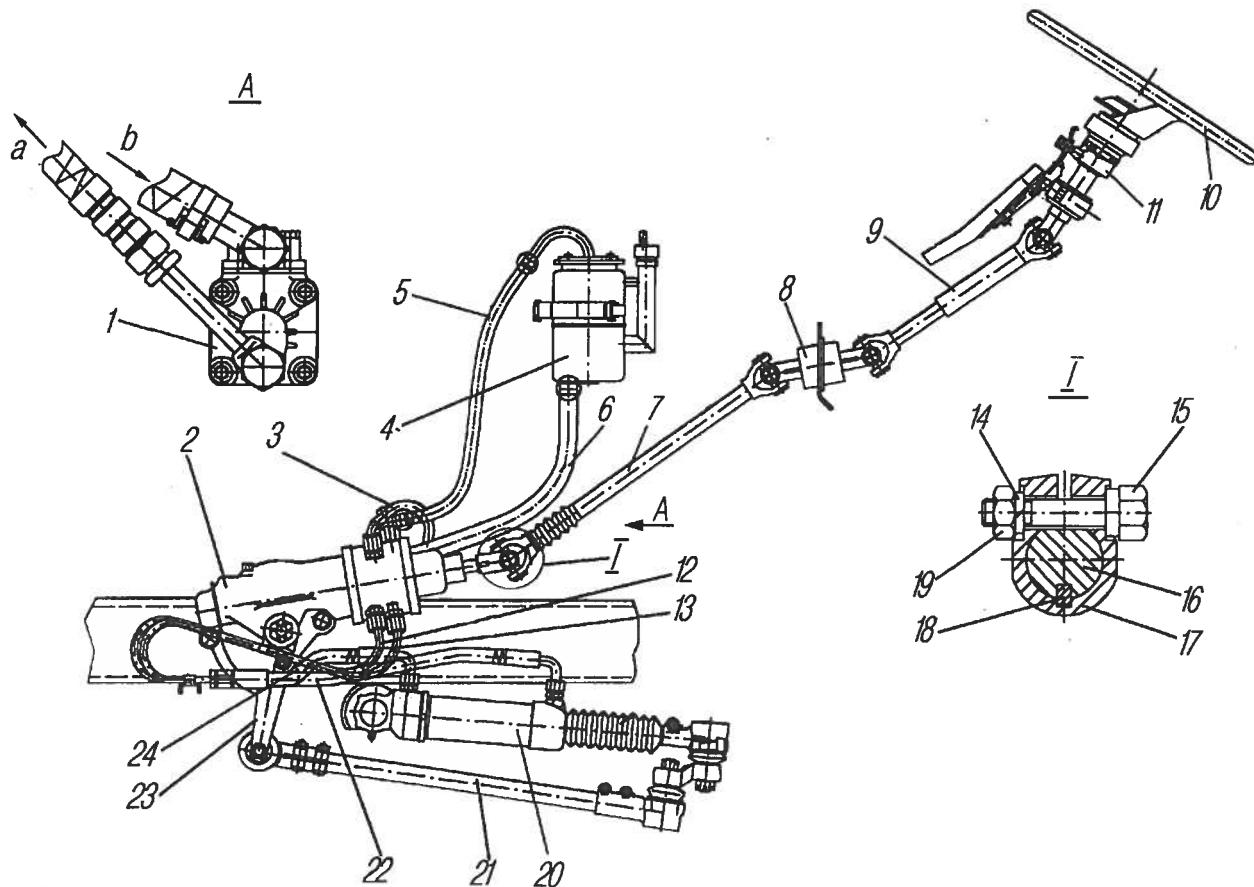
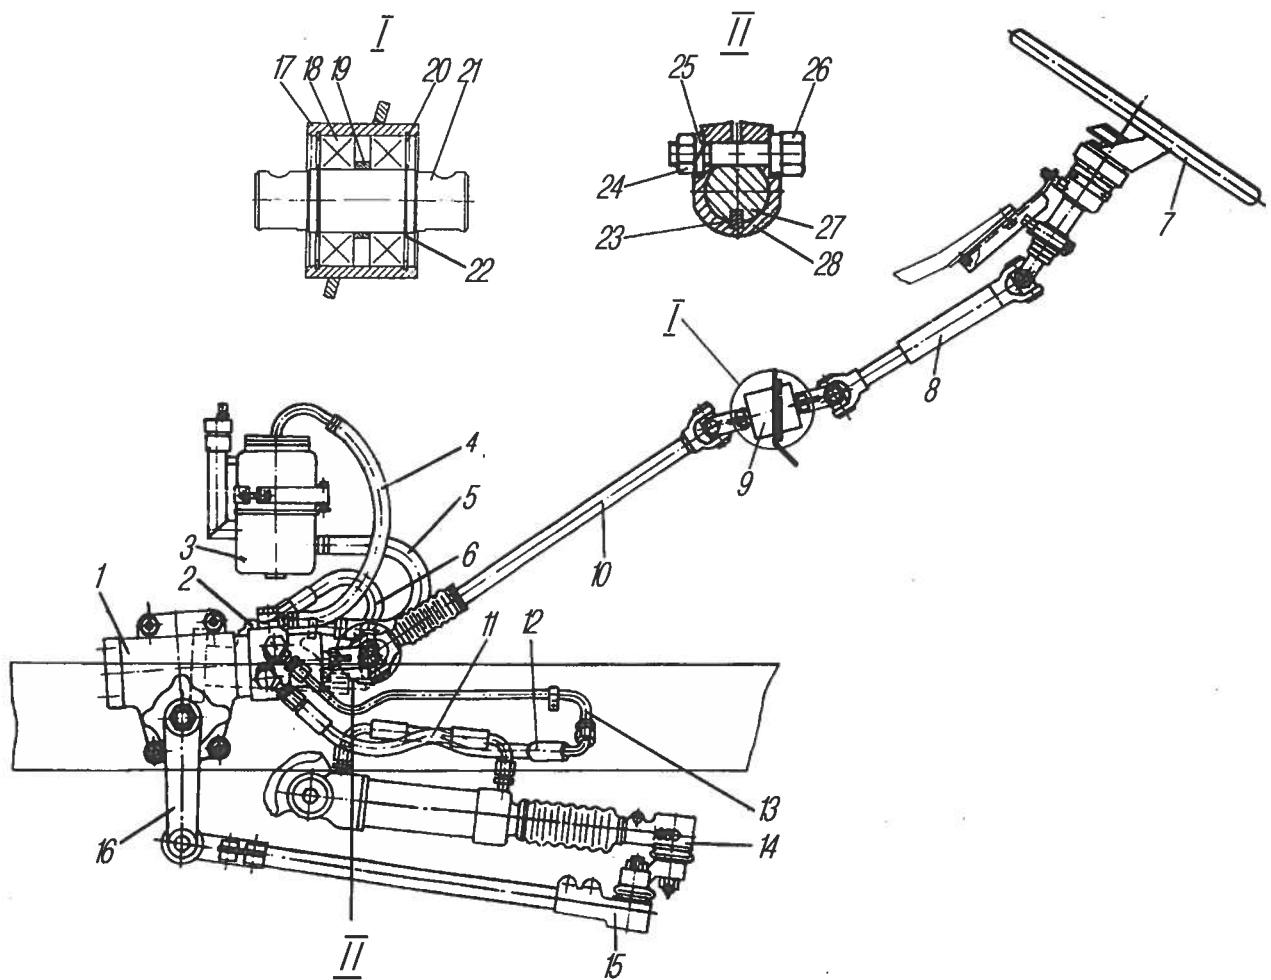
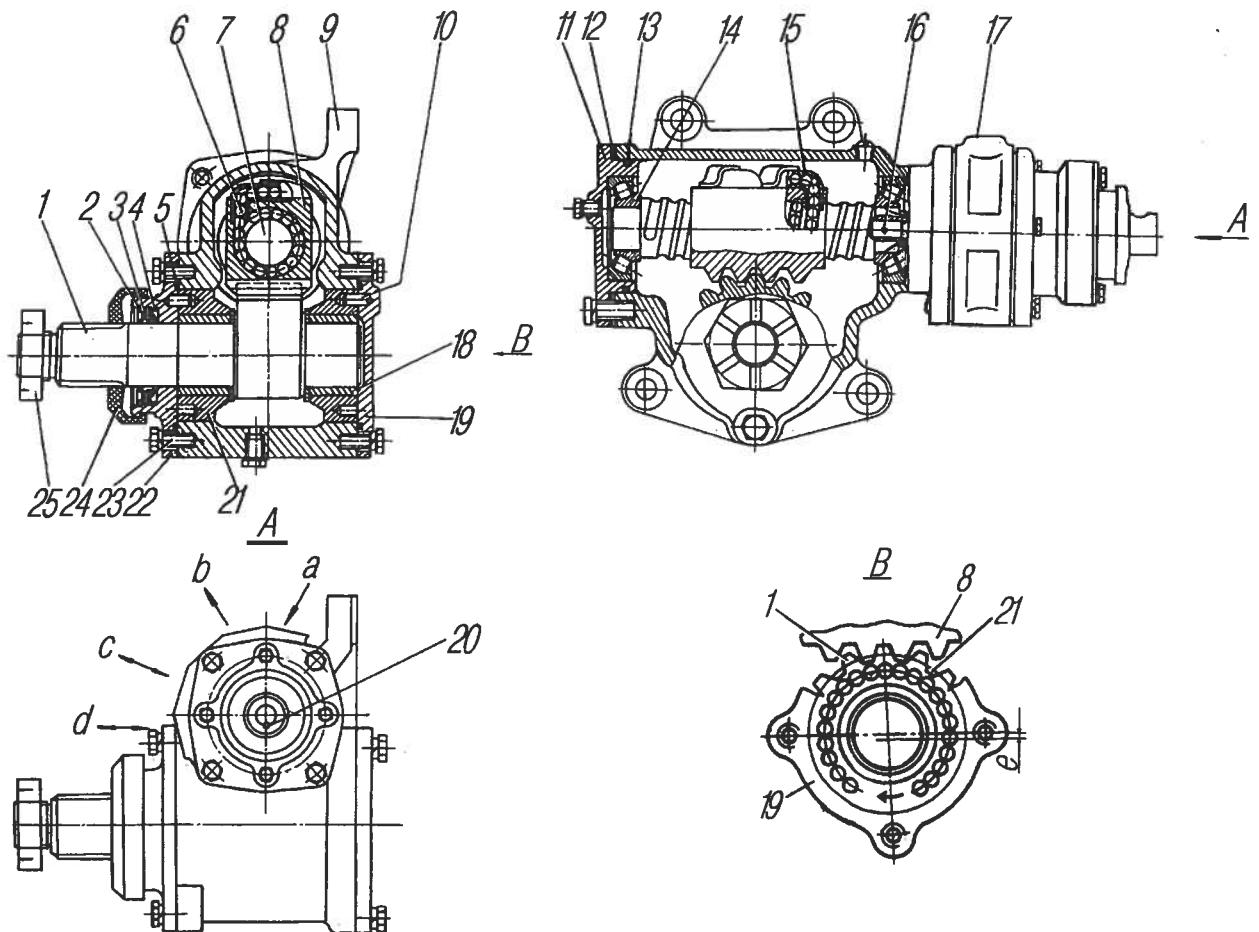
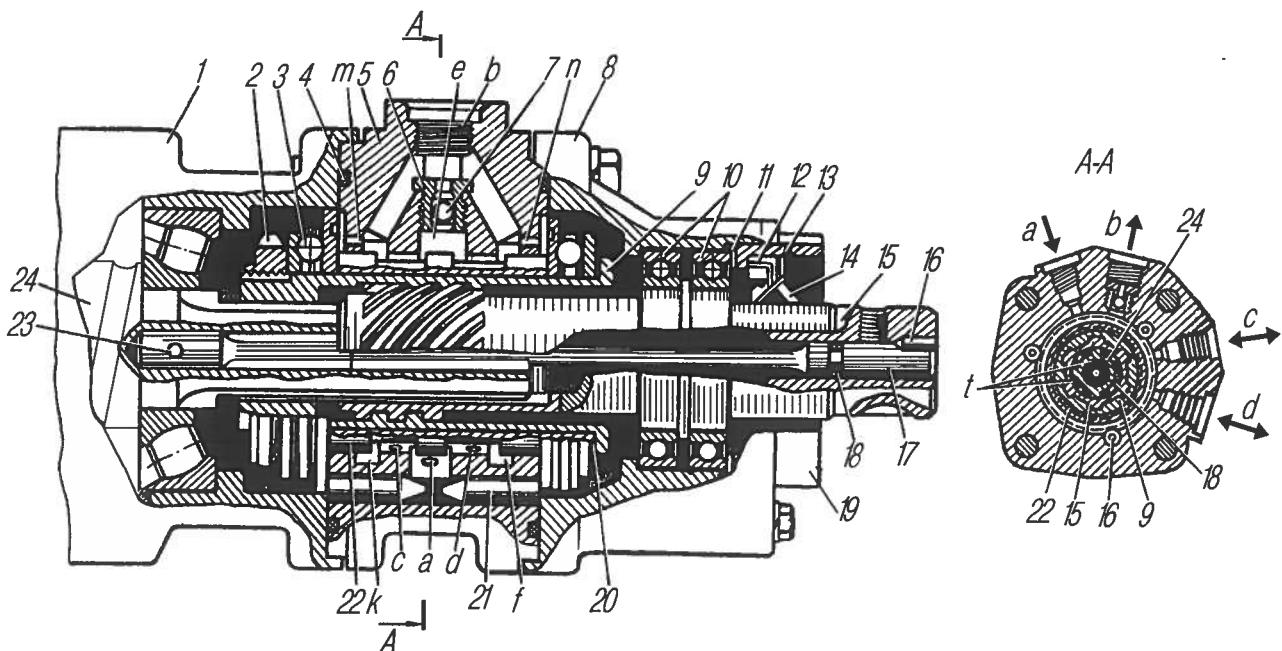

Рис. 53. Рулевое управление с механизмом типа червяк–боковой сектор:
Рис. 54. Рулевое управление с механизмом типа
Рис. 56. Механизм рулевой (винт-шариковая гайка-рейка-сектор):
Рис. 57. Распределитель гидроусилителя руля:
На автомобилях возможна установка рулевого управления двух исполнений: с рулевыми механизмами типа червяк–боковой сектор или винт–шариковая гайка–рейка–сектор, при этом карданные валы 7 (рис. 53) и 10 (рис. 54) отличаются длиной.
**Рулевая колонка** соединяется с рулевым механизмом карданными валами через промежуточную опору 8 (см.рис. 53). В конструкции промежуточной опоры применены подшипники закрытого типа, не требующие смазки.
**Рулевой механизм с распределителем** (рис. 56) включает в себя винт 7 и шариковую гайку-рейку 8, находящуюся в зацеплении с сектором 1. Полукруглые винтовые канавки на винте и гайке-рейке образуют канал, заполненный при сборке механизма шариками 6 высокой точности.
**Распределитель** (рис. 57) установлен на рулевом механизме.
Рабочая жидкость от насоса поступает к средней канавке «е» (см. рис. 57). Поскольку в этом положении золотника канавки «е», «к» и «ф» соединяются между собой, то масло, заполняя их и реактивные камеры, из распределителя через крайние канавки «к» и «ф» и отверстие «б» сливается в масляный бак.
В начальный момент перемещения, когда давление в гидросистеме невелико, усилие на рулевом колесе, в основном, создается за счет закручивания торсиона, который непосредственно воздействует на вал 15. Винтовое соединение при этом перемещает золотник и практически не нагружается. При смещении золотника, величина которого ограничена зазором «t» в шлицевом соединении, прекращается доступ рабочей жидкости к кольцевой канавке «f». Жидкость от насоса подается к средней канавке «e», а затем через канал «d» в корпусе и далее по трубопроводу поступает в бесштоковую полость усилительного механизма 14 (см.рис. 54).
Из штоковой полости усилительного механизма жидкость по трубопроводам, через канал «c» (см.рис. 57) распределителя поступает в кольцевую канавку «k» и далее через отверстие «b» сливается в бак.
**В рулевом механизме** (см.рис. 56) следует регулировать натяг в подшипниках 14 и зазор в зацеплении гайки–рейки 8 с сектором 1.
1. Перед регулировкой натяга в подшипниках 14 закрепить рулевой механизм в тисках за проушины картера, отсоединить карданный шарнир (см.рис. 54). Вращением вала 15 (см.рис. 57) установить гайку–рейку 8 (см.рис. 56) и сектор 1 в одно из крайних положений. Определить момент, необходимый для проворачивания вала 15 (см.рис. 57) из крайнего положения в среднее (вал проворачивать на угол примерно  $30^\circ$ ). Если момент меньше 0,9 Н.м (0,1 кгс.м), отрегулировать натяг в подшипниках 14 (см.рис. 56), уменьшив количество прокладок 12. После регулировки момент, необходимый для проворачивания вала 15 (см.рис. 57), должен быть в пределах 0,9–1,5 Н.м (0,1–0,15 кгс.м).
Наличие зазора определять покачиванием сошки в обе стороны (будет слышен легкий стук в зубчатом зацеплении) или поворотом вала 15 влево и вправо до начала закрутки торсиона 17 при зафиксированном секторе. Для регулировки зубчатого зацепления снять сошку, крышки 19 (см.рис. 56) и 22 и повернуть вкладыши 21 с подшипниками 18 по часовой стрелке (если смотреть со стороны вала сектора) на одинаковый угол так, чтобы исключить зазор в зубчатом зацеплении. После поворота вкладышей одно из отверстий во вкладышах должно располагаться в плоскости, проходящей через диаметрально расположенные резьбовые отверстия в картере 9 для крепления крышек 19 и 22. Установку крышек производить таким образом, чтобы фиксаторы 10 вошли в отверстия во вкладышах 21 и располагались друг против друга. При незначительном несовпадении фиксаторов и отверстий повернуть вкладыши в ту или другую сторону до совпадения фиксаторов и отверстий, обратив внимание на отсутствие зазора в зубчатом зацеплении. Крышки 19 и 22 после регулировки могут быть повернуты на  $90^\circ$ ,  $180^\circ$  и  $270^\circ$  относительно первоначального положения.
После установки крышек момент, необходимый для проворачивания вала 15 (см.рис. 57) в среднем положении, должен быть в пределах 2,7–4,1 Н.м (0,27–0,41 кгс.м).